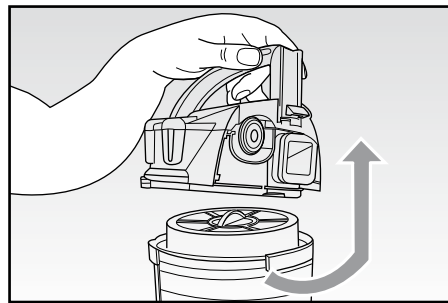
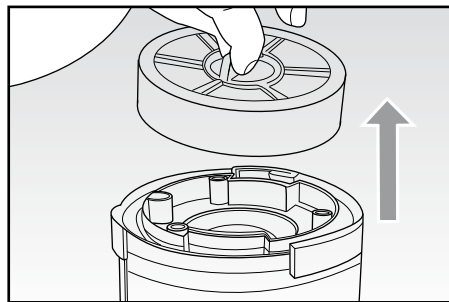

Fig. 9
Fig. 10
- Per una pulizia completa del contenitore (A) è necessario smontarlo in ogni sua componente, operando come di seguito descritto:
- rimuovere il filtro completo ruotandolo in senso antiorario (Fig. 9); quindi estrarre il filtro sottostante (Fig. 10);